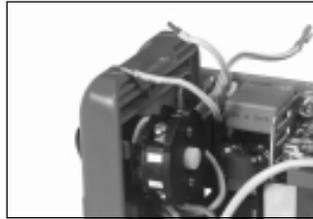

Abb.2/ Fig.2
- Netzversorgungsleitungen am Hauptschalter montieren und Schutzleiter anklammern (Abb.2)